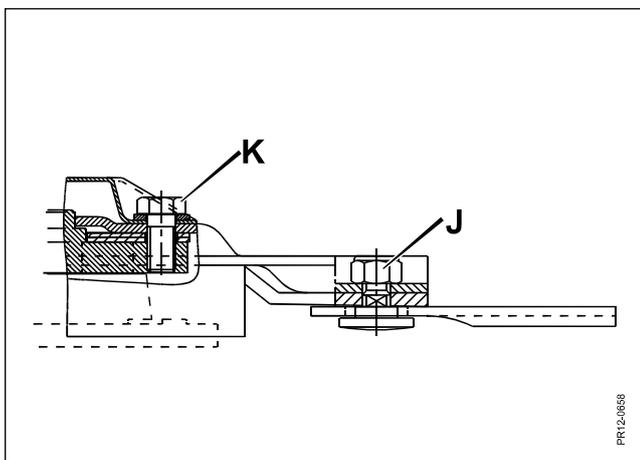

Fig. 3-8
**Fig. 3-8** Die Mutter der Messerbolzen **J** sind versenkt und hierbei gegen Verschleiß geschützt. Da die Versenkung bis zur Kante der Scheibe frei ist, kann sich Staub und Schmutz nicht festsetzen, und eine eventuelle spätere Aauswechslung der Messer erschweren.